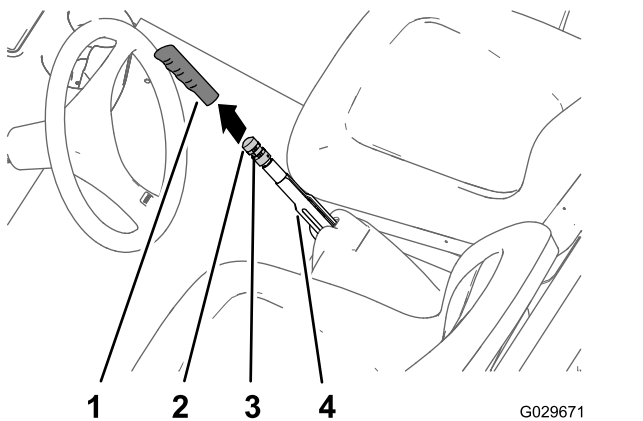

Figura 66
1. Retire a pega da alavanca do travão de estacionamento (Figura 66).
2. Desaperte o parafuso de ajuste que fixa o manípulo de ajuste do travão à alavanca do travão de estacionamento (Figura 66).
para engatar a alavanca do travão de estacionamento (Figura 66).
4. Aperte o parafuso de ajuste e instale a pega (Figura 66).
- C. Rode o manípulo de ajuste do travão (Figura 66) até que 133 a 156 N seja necessário para engatar a alavanca do travão de estacionamento.
- Aperte o parafuso de afinação e instale a pega (Figura 66).